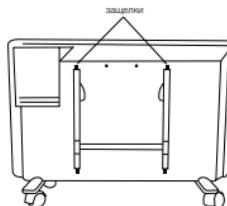

Рис. 4
- нажмите на защелки и потяните кронштейн на себя нажав вниз на две защелки (рис. 4);
защелки (рис. 4) на задней стенке обогревателя, и потянните сам обогреватель вперед. После того, как он будет снят, можно будет вымыть стенку, на которой он был установлен. После завершения уборки установите обогреватель в его нормальное рабочее положение. Рекомендуемая температура и влажность в помещении: